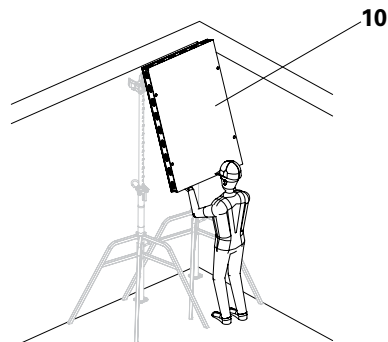

Fig. D2.02
3. Agganciare il pannello DP (10) alla testa d'appoggio DFH. (Fig. D2.02) Agganciare il telaio del pannello ai denti della testa d'appoggio DFH.